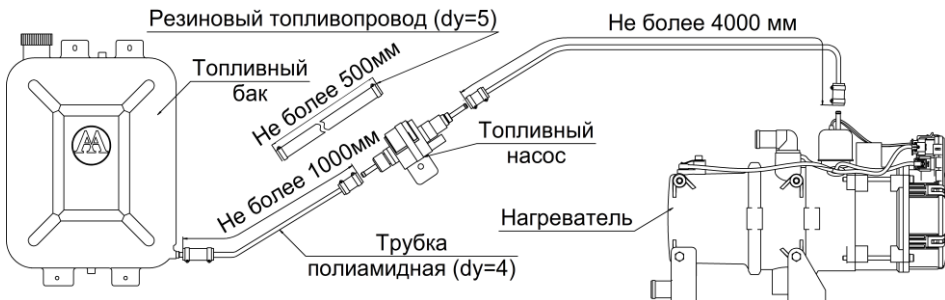

Рис. 9- Схема присоединения топливопровода к узлам подогревателя
10.6.1 Топливный насос предпочтительно монтировать ближе к топливному баку и ниже нижнего уровня топлива в топливном баке. Резиновые топливные шланги необходимо разрезать на отрезки длиной 70 мм и использовать в качестве соединительных муфт. Соединения топливопровода с топливным насосом, топливным баком и топливной трубкой нагревателя производить согласно рис. 9.